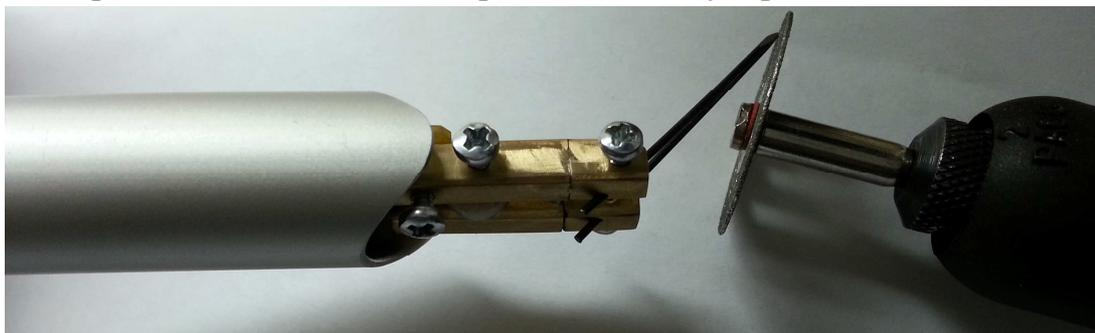

Рис. 5 Заточка передней и задней поверхности электродов
10. Заточить переднюю и заднюю поверхности электродов при этом нужно контролировать размеры рабочих поверхностей электродов в микроскоп с помощью измерительного окуляра 8х (см. Рис.5).